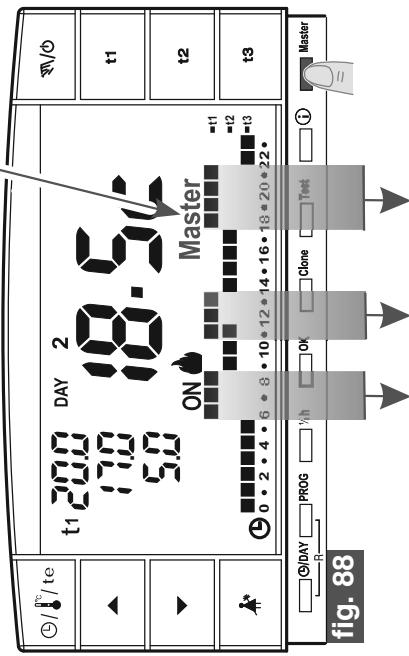

fig. 88
- en los períodos en los que el programa (perfil) registra el nivel de temperatura **confort** (**t1**) la termorregulación no es controlada por el Máster (controla la zona de acoplamiento) sino por los respectivos transmisores de cada zona. En la pantalla sigue apareciendo el mensaje **Máster** (fig. 88).